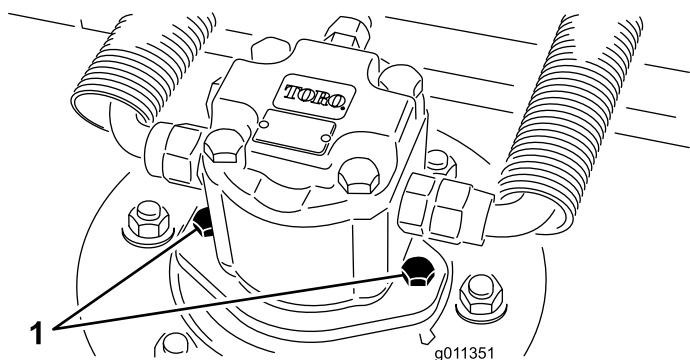

Figura 98
2. Scollegate e staccate il motore idraulico dal piatto di taglio (Figura 98). Coprite la parte superiore del mandrino per impedire che venga contaminato.
3. Montate il motore idraulico sul piatto di taglio (Figura 98). Verificate che l'O-ring sia in sede e non sia danneggiato.